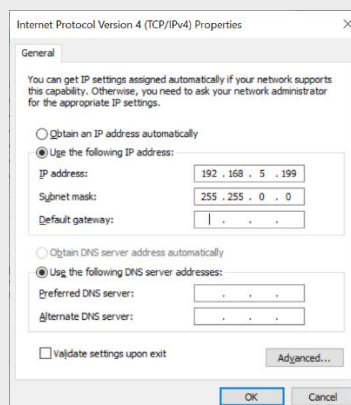

Fig 12. 更改主机 IP 地址
4. 如 Fig 12.所示，进入 Internet 协议版本 4 (TCP/IPv4) > 属性。